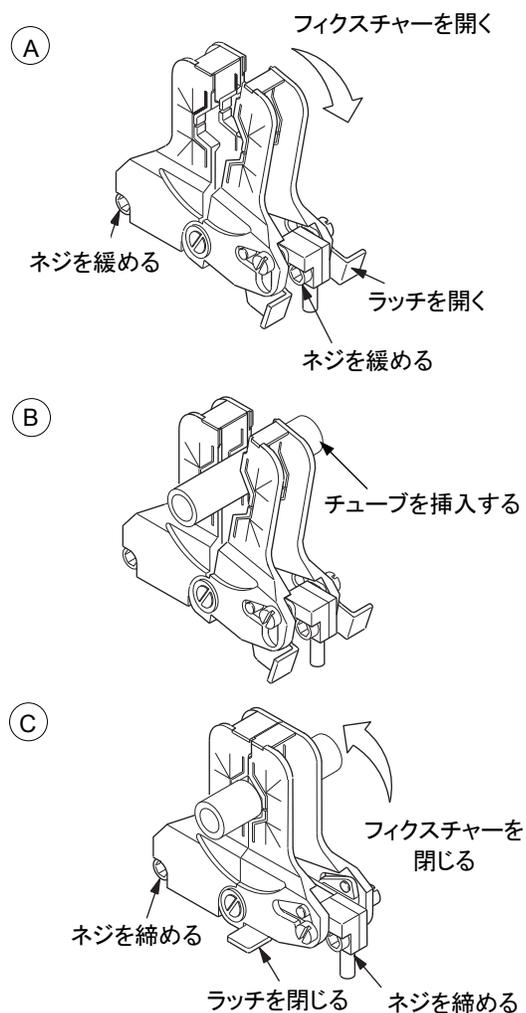

図 17: マイクロ・ウェルド・ヘッド・フィクスチャー(シリーズ 4)のチューブの位置合わせ
1. マイクロ・フィクスチャー・ツールを使用し、ラッチを開状態にしてフィクスチャーを開きます(図 17 の A)。
2. 2本の位置合わせ用ネジを緩めます(図 17 の A)。
3. チューブを挿入します(図 17 の B)。
4. フィクスチャーおよびラッチを閉じ、チューブの位置合わせを行います(図 17 の C)。
5. 2本の位置合わせ用ネジを締め付けます(図 17 の C)。